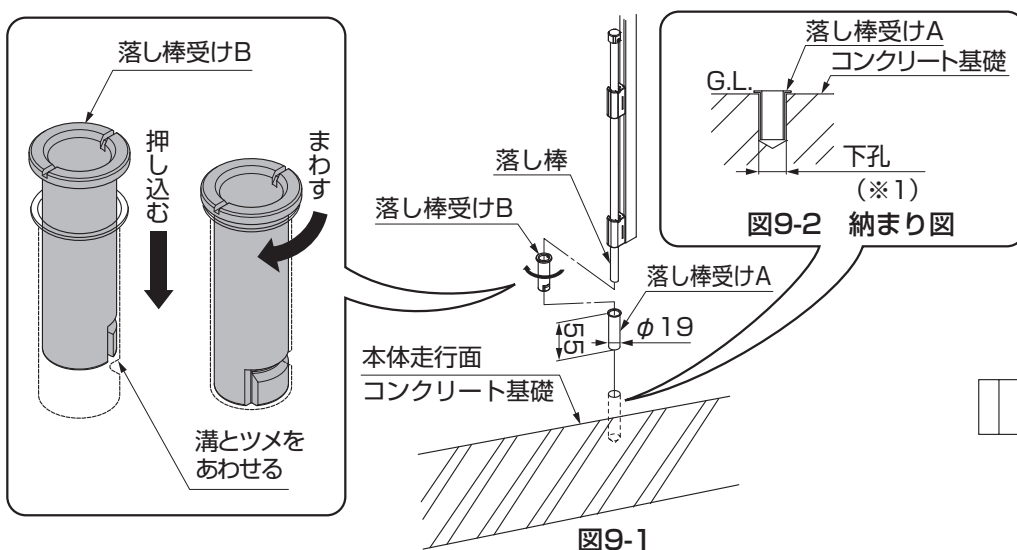

図9-1
①落とし棒受けAをコンクリート基礎部に確実に固定してください。(図9-1参照)
②落とし棒受けBを落とし棒受けAに落して回しながら挿入してください。(図9-1参照)